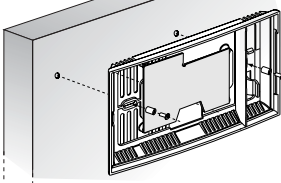
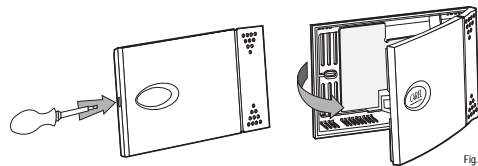

Fig. 1
Fig. 2
Per l'apertura della sonda si deve procedere come illustrato in Fig. 2, per il fissaggio (come in fig. 1):
- per il montaggio su parete si consiglia di utilizzare i tasselli (SS + viti 3,5x45) mentre per il montaggio sul pannello metallico si consiglia l'utilizzo delle viti (M3x25). N.B.: per evitare di danneggiare il sensore durante l'avvitamento delle viti o di provocare un eventuale messa a terra della calza di protezione del sensore, si consiglia l'uso dei distanziali (vedi Fig. 1) presenti nel kit di fissaggio all'interno dell'imballo.
In order to open the probe you have to operate as explained in Fig. 2: in order to fasten it, see figure 1:
- whereas for the metallic panel mounting it is advisable to use the screws (M3x25). N.B.: to avoid damaging the sensor during the screwing of the screws and causing a possible earth connection of the sensor protection shield, it is advisable to use the spacers (see Fig. 1) contained in the fastening kit within the packaging.